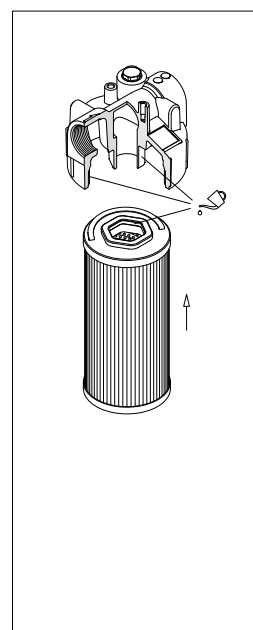

fig. 12
- (Fig. 12) Lubrificare con il fluido di lavoro la guarnizione dell'elemento filtrante, il codolo e la sede della testata, quindi calzare l'elemento filtrante sul codolo. Prestare attenzione a non danneggiare la guarnizione Esa-ring